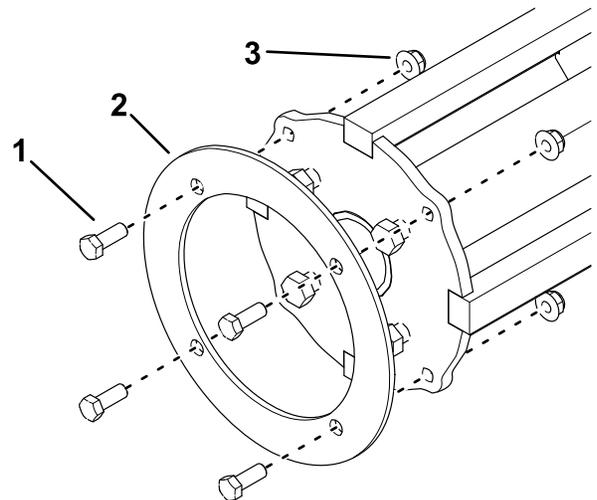

Figure 9
6. Retirez les 4 boulons, les 4 écrous et la plaque de maintien (Figure 9).
3. Reposez la plaque de maintien (Figure 9).